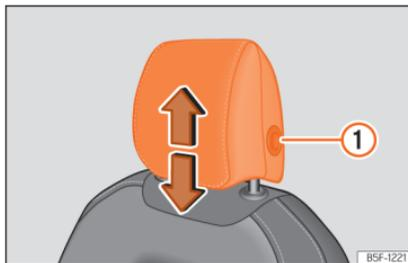
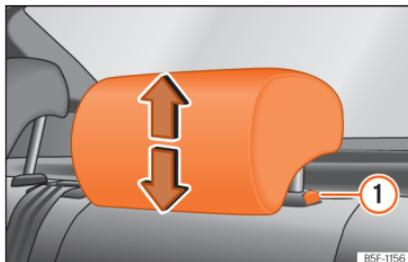

Abb. 114 Vordersitz: Kopfstützeinstellung.
Abb. 115 Kopfstützen hinten: Kopfstützeinstellung.
Weise vor und drücken Sie gleichzeitig die seitliche Taste ① »» Abb. 114 »» Abb. 115.
- Seitliche Taste drücken »» Abb. 114 ① und Kopfstütze herausziehen.